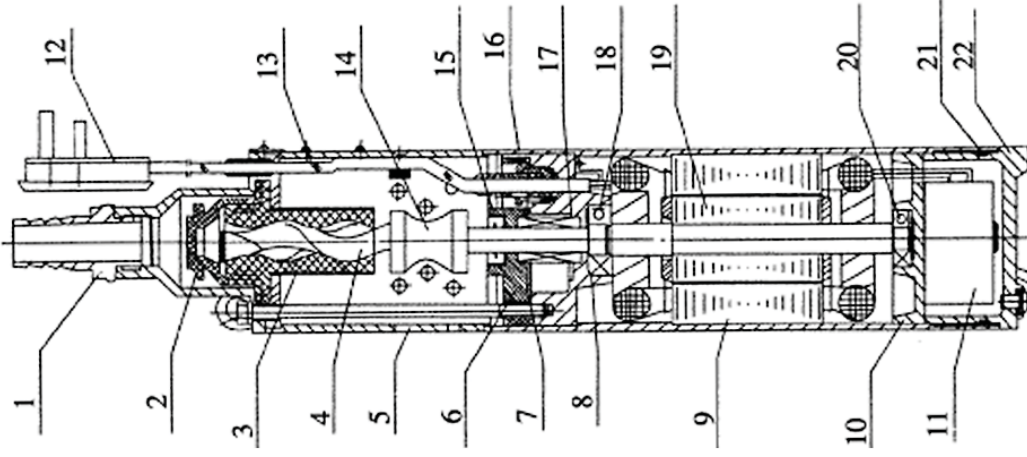

Рис. 3
8.8 Схема насоса представлена на рис. 3